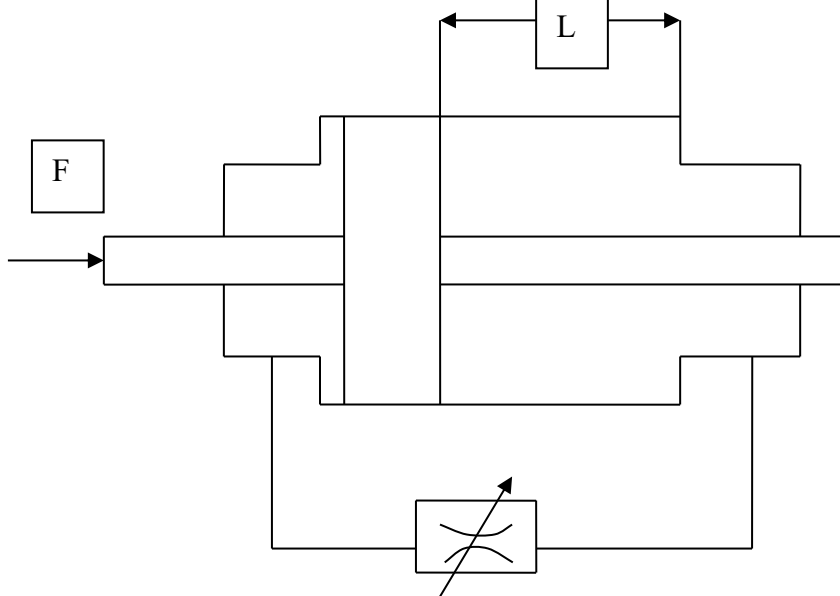

Рис. 11
**Задача 12.** Правая и левая полости цилиндра гидротормоза, имеющего диаметр поршня  $D = 140$  мм и диаметр штока  $d = 60$  мм, сообщаются между собой через дроссель с площадью проходного сечения  $S_{др} = 20$  мм2 и с коэффициентом расхода  $\mu = 0,65$ . Определить время, за которое поршень переместится на величину хода  $L = 350$  мм под действием силы  $F = 15$  кН, плотность жидкости  $\rho = 900$  кг/м3. Рис. 11.